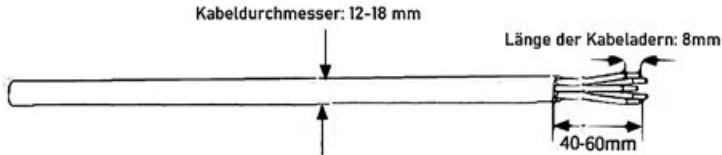

Abbildung 3.26
1. Wählen Sie entsprechend der obigen Tabelle ein geeignetes AC-Kabel aus. Entfernen Sie die Isolierung des AC-Kabels auf 40-60mm und trennen Sie die Hülse im Leiterkern der 3L/PE/N-Adern auf 8 mm ab, wie in Abbildung 3.26 gezeigt: